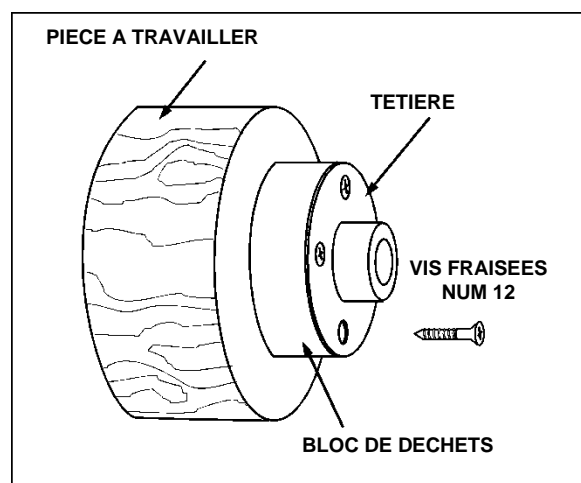

Figure 10-9 : montage de la têtère
- Fabriquer un bloc du même diamètre que la têtère, Figure 10-9. Le bloc de déchets et la pièce à travailler doivent avoir des surfaces planes pour le collage.